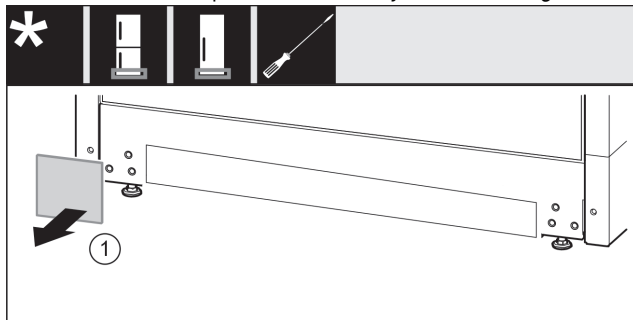

Fig. 12
- Odoberte kryt. *Fig. 12 (1)*